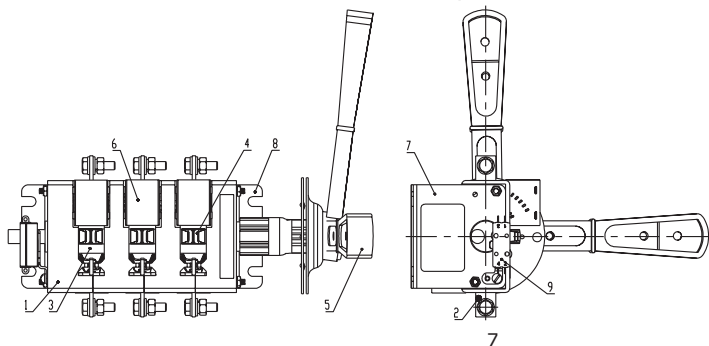

Рисунок 1.
3.1 Конструкция аппарата (см. рисунок 1) - сборный корпус 1 из четырех корпусов (левый, два средних и правый). В корпусе закреплены неподвижные контакты (выводы) 2 и размещен пластмассовый вал 3 с подвижными контактами 4. Вал соединяется с одним из видов приводов. С помощью рукоятки 5 поворотом на 90° (для исполнения с передней смещенной рукояткой - 150°) производятся операции «включение-отключение» (ВО). Все положения имеют фиксацию. Для исполнений аппаратов с дугогасительными камерами в корпусе устанавливаются 6 камер (по две на каждый полюс). Корпус аппарата крепится на двух металлических боковинах 7 и 8 с помощью шпилек-стяжек. Боковины имеют отверстия (пазы) для крепления аппарата в месте установки. На правой боковине расположен зажим заземления, на левой - контакт вспомогательной цепи 9 (для исполнений со вспомогательными контактами).